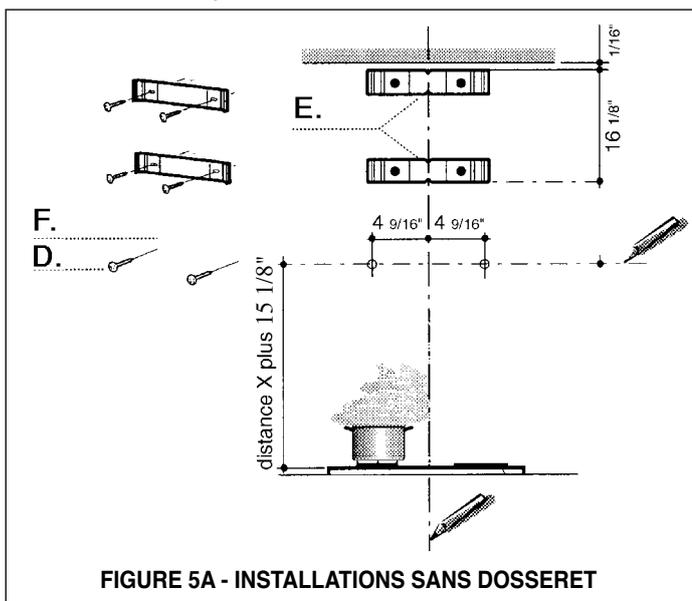

FIGURE 5A - INSTALLATIONS SANS DOSSERET
3. Déterminer la distance entre la hotte et la table de cuisson (**distance X de la FIGURE 4A ou 4B**). Marquer la ligne horizontale la hauteur de **distance X plus 13 3/4 po** (de la FIGURE 5A - INSTALLATIONS SANS DOSSERET).
4. Poser le FIXATION DE CHEMINÉE (E) sur le mur 1/16 po du plafond. Aligner son centre (découpe) sur la ligne vertical de repère. Marquer les centres des trous de le FIXATION DE CHEMINÉE.
5. Poser l'autre FIXATION DE CHEMINÉE (E) sur le mur 16 1/8 po sous le fixation de cheminée supérieure. Aligner son centre (découpe) sur la ligne vertical de repère . Marquer les centres des trous de le FIXATION DE CHEMINÉE.
6. Installer les FIXATIONS DE CHEMINÉE (E) au mur en utilisant les VIS DE FIXATIONS (D) fournies.
7. Les VIS DE FIXATIONS (D) pour la HOTTE (A de la FIGURE 1) doivent être insérées dans du bois solide. Marquer le mur sur la ligne horizontal 4 9/16 po de la ligne centrale sur le mur où la hotte sera installée (de la FIGURE 5A ou 5B) et installer les VIS DE FIXATIONS au mur. Ne pas installer complètement les VIS DE FIXATIONS au mur, en laissant un espace de 1/4 po entre le mur et la tête de la vis.